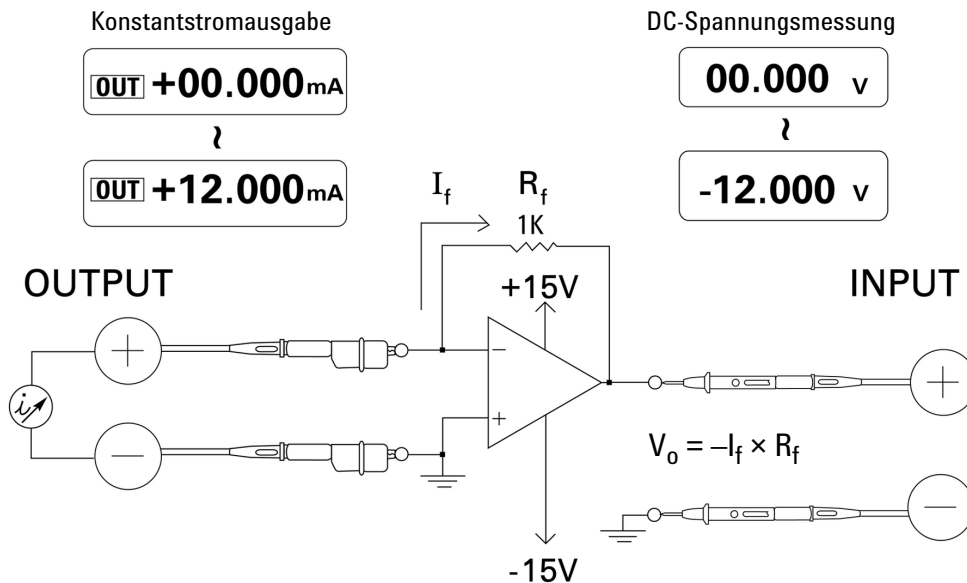

Abbildung 5-13 Strom-Spannungs-Wandler
Ein idealer Operationsverstärker kann als Strom-Spannungs-Wandler fungieren. In Abbildung 5-13 behält der ideale Operationsverstärker das Erdpotenzial seines invertierenden Eingangsanschlusses bei und sorgt dafür, dass der gesamte Eingangstrom durch den Rückkopplungswiderstand fließt. Demzufolge ist $I_{in} = I_f$ und $V_o = -I_f \times R_f$. Beachten Sie, dass der Schaltkreis die Basis für eine ideale Stromstärkemessung bietet; es wird ein Nullspannungsabfall im Messschaltkreis initiiert und die direkt am invertierenden Eingangsanschluss gemessene effektive Eingangsimpedanz des Schaltkreises ist null.
- 5 Schließen Sie den Operationsverstärker an, wie in Abbildung 5-13 gezeigt.